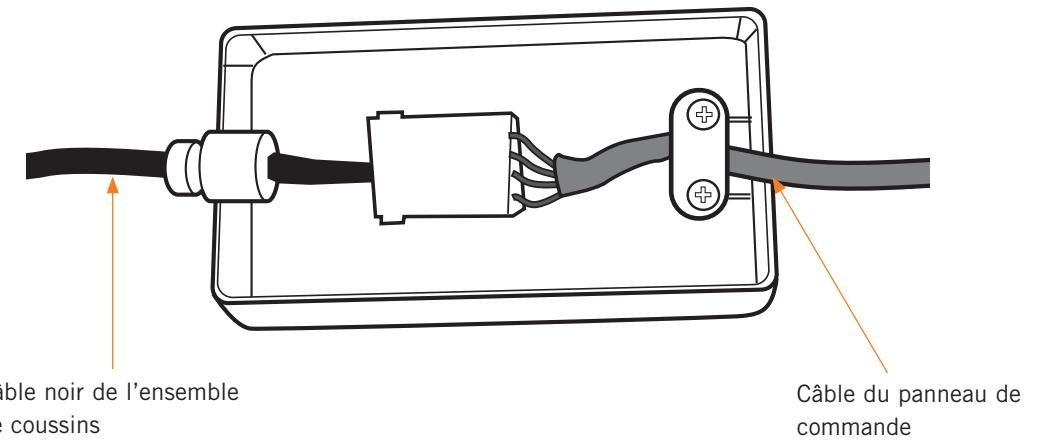

Fig.8
14. Branchez le câble noir provenant de l'ensemble de coussins vers le câble de panneau de commande (Fig.8).
15. Installez le protecteur de câble dans la fente de la boîte de raccordement, poussez-le entièrement vers le bas, puis enclenchez le couvercle de boîte de raccordement en position pour le fixer (Fig.8).